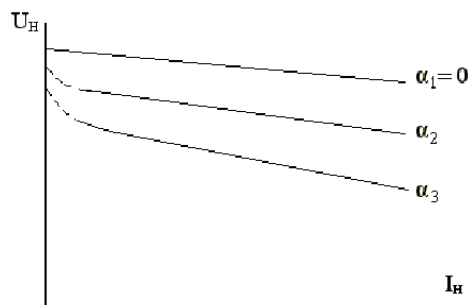

Рисунок 4.26 - Внешние характеристики
- б) внешние характеристики, которые определяют зависимость выпрямленного напряжения от выпрямленного тока при фиксированных значениях угла  $\alpha$  (рисунок 4.26).